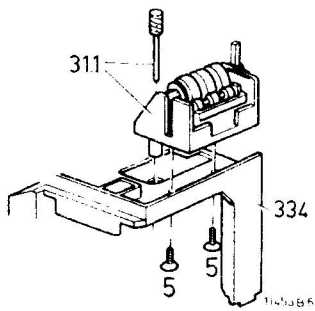

Fig. 5
- Verwijder de twee schroeven die nu zichtbaar worden zodat de teller losgenomen kan worden (Fig. 5).